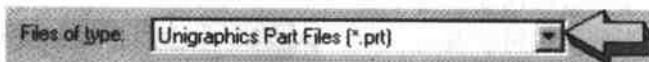

图 1-6 选择 File of Type 按钮
- ▶ 选择 Files of Type 按钮(图 1-6)。